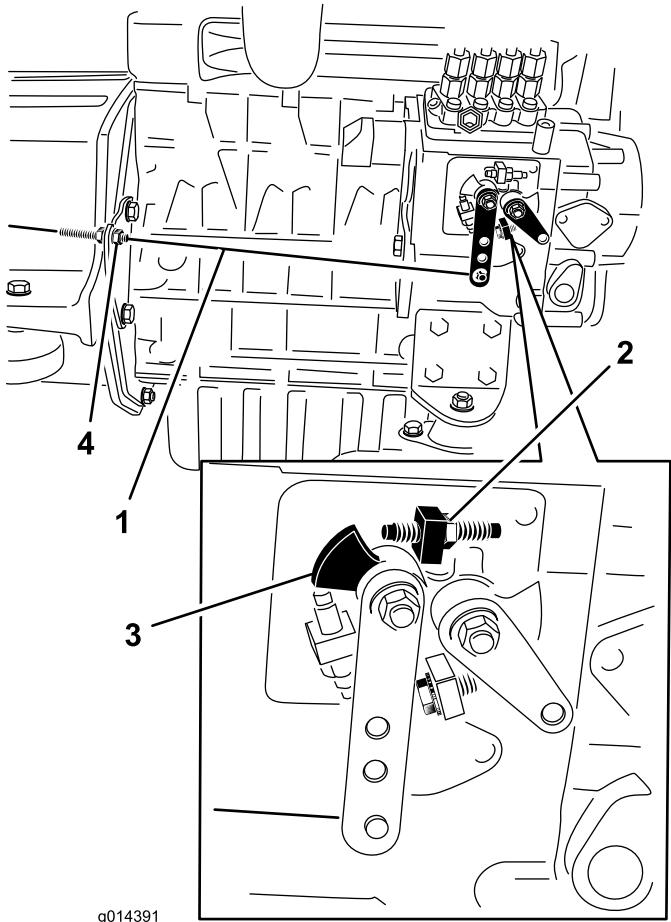

Рисунок 28
- Проверьте положение рычага переключения скоростного диапазона на топливном насосе. Когда рычаг дроссельной заслонки находится в положении FAST (фиксированном), рычаг переключения скоростного диапазона должен касаться винта высоких оборотов (Рисунок 28).
- При необходимости положение зажимных гаек тросика дроссельной заслонки можно отрегулировать так, чтобы рычаг переключения скоростного диапазона касался винта высоких оборотов, когда рычаг дроссельной заслонки находится в положении FAST (фиксированном) (Рисунок 28).